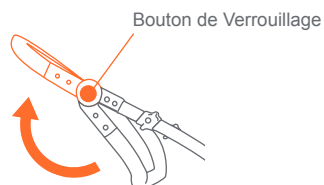

Fig. 3
- 3) • Pour ajuster la poignée, pressez sur les deux Bouton de Verrouillage déplacer la poignée jusqu'à une position confortable pour l'utilisateur (Fig. 3).